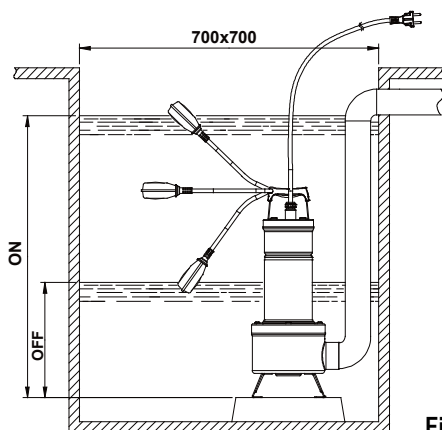

Fig.1
- 4.1 Nel caso in cui il fondo del pozzetto, dove la pompa dovrà funzionare, presentasse notevole sporcizia, è opportuno prevedere un supporto dove appoggiare la pompa al fine di evitare intasamenti (**Fig.1**)
- 4.4 Per la versione provvista di interruttore a galleggiante, accertarsi che quest'ultimo possa muoversi liberamente (VEDI PARAGRAFO REGOLAZIONE INTERRUETTORE A GALLEGGIANTE). Prevedere dei pozzetti di alloggiamento aventi dimensioni minime come indicato in **Fig.1**. Il pozzetto dovrà sempre essere dimensionato anche in relazione alla quantità d'acqua in arrivo ed alla portata della pompa in modo da non sottoporre il motore ad eccessivi avviamenti.